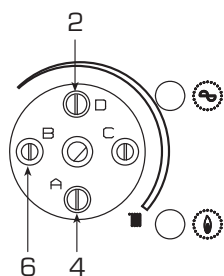

Рис. 2
1) Повернуть **против часовой стрелки**, до конца шкалы, триммер мощности отопления В (6 Рис. 2).
2) С помощью триммера регулировки минимальной мощности вентилятора А (4 Рис. 2) откалибровать сигнал воздуха пока не будет достигнуто значение ммН₂О, как это указано на таблице:
4) С помощью триммера регулировки максимальной мощности вентилятора D (2 Рис. 2) откалибровать сигнал воздуха пока не будет достигнуто значение ммН₂О, как это указано на таблице: